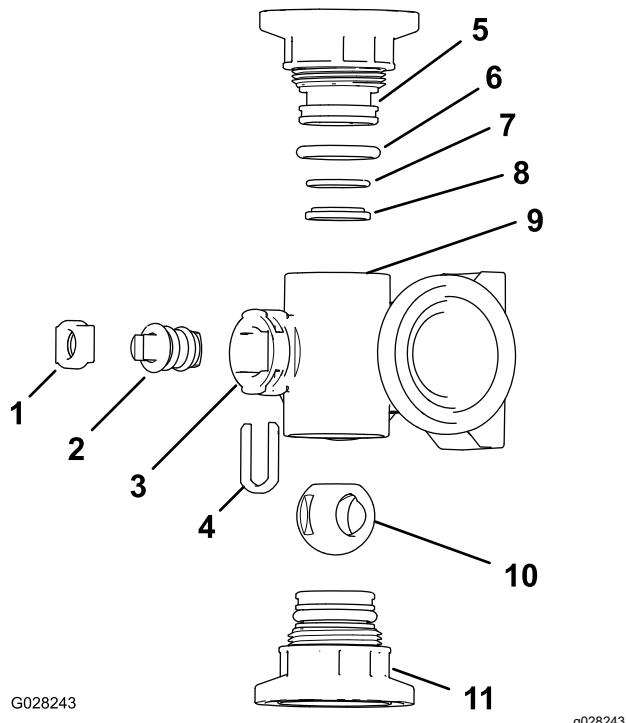
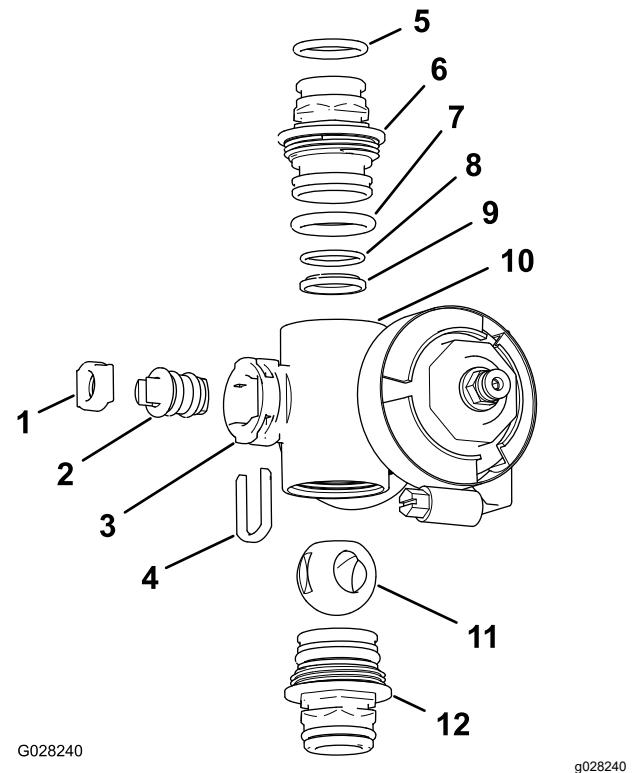

Bild 129
Bild 130
2. Nehmen Sie die zwei Endkappen-Anschlussstücke von jedem Ende des Verteilergehäuses ab (Bild 129 und Bild 130).
- Nehmen Sie den Schafthalter aus den Schlitten im Schaftanschluss im Verteiler heraus (Bild 129 und Bild 130).
- Nehmen Sie den Schafthalter und den Ventilschaftsockel aus dem Verteiler heraus (Bild 129 und Bild 130).
- Fassen Sie in das Verteilergehäuse und nehmen Sie den Ventilschaft heraus (Bild 129 und Bild 130).
1. Überprüfen Sie den Zustand der O-Ringe des Auslaufanschlussstücks (nur Abschnittventilverteiler), der Endkappen-O-Ringe, der hinteren O-Ringe und den Kugelsockel auf Beschädigungen oder Abnutzung (Bild 129 und Bild 130).
2. Tragen Sie Silikonfett auf den Ventilschaft auf und setzen ihn in den Ventilschaftsockel (Bild 129 und Bild 130) ein.
3. Setzen Sie den Ventilschaft und den Sockel in den Verteiler und befestigen Sie den Schaft und den Sockel mit dem Schafthalter (Bild 129 und Bild 130).
4. Stellen Sie sicher, dass die hinteren O-Ringe und der Kugelsockel ausgefluchtet sind und im Endkappen-Anschlussstück sitzen (Bild 129 und Bild 130)
5. Bringen Sie das Endkappen-Anschlussstück am Verteilergehäuse an, bis der Flansch des Endkappen-Anschlussstücks das Verteilergehäuse berührt, drehen Sie dann das Endkappen-Anschlussstück um eine weitere Achtel- bis Viertelumdrehung (Bild 129 und Bild 130).